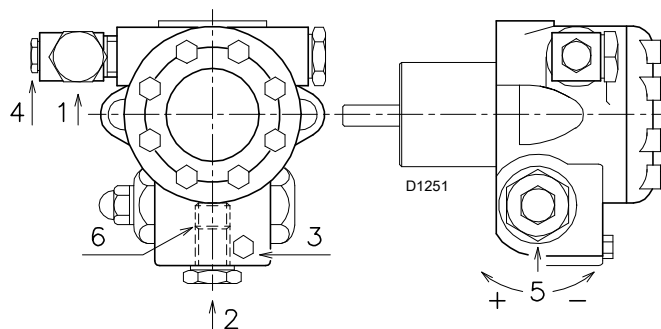
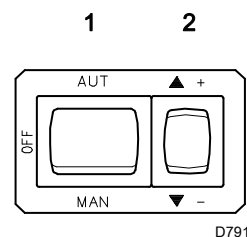

图 25
图 26
图例 (图 25)
- 启动自吸功能时，松开油泵 (图 25) 上的螺丝 3 (图 25)，排出进油管路中的空气。
- 通过闭合启停开关启动燃烧器，将开关 1(图 26) 置于“MAN (手动)”位置，开关 10(图 6) 处于“OIL (燃油)”位置。
- 当有轻油从螺丝 3 (图 25) 处流出时，可认为油泵已注油。将燃烧器停机：将开关 1 (图 26) 置于“OFF (关)”的位置，拧紧螺丝 3 (图 25)。